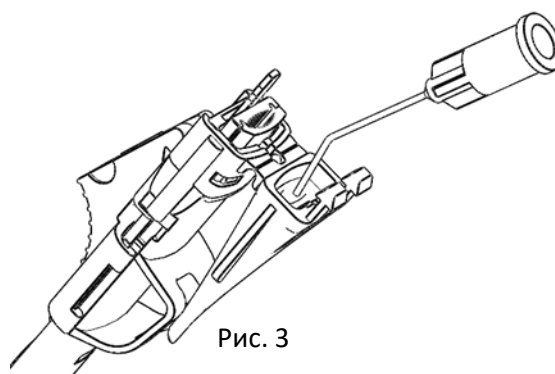

Рис. 3
5. Введите viscoelastic material в форсунку картриджа с тыльной стороны, как показано на рис. 3.